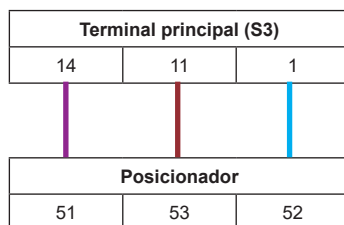

Fig. 26 Esquema de terminales para la instalación del posicionador (8 kN+)
- 8 kN+: Conecte los núcleos del mazo de cables del potenciómetro al carril de terminales principal (Fig. 26) y conecte el enchufe del potenciómetro al conector del potenciómetro en la tarjeta del posicionador consultando la Fig. 24 "Instalación de la tarjeta del posicionador" para obtener información sobre el producto. El mazo de cables del potenciómetro debería introducirse por el centro de la tarjeta del posicionador tal y como se muestra
- 8 kN+: Conecte el mazo de cables DE tal y como se indica en la Fig. 26 "Esquema de terminales para la instalación del posicionador (8+ kN)"